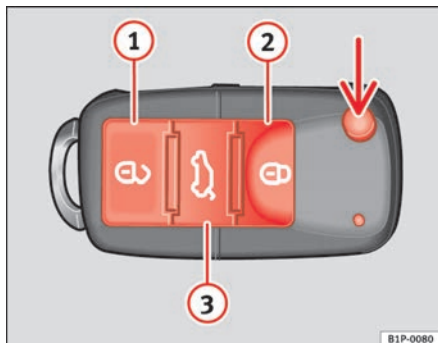
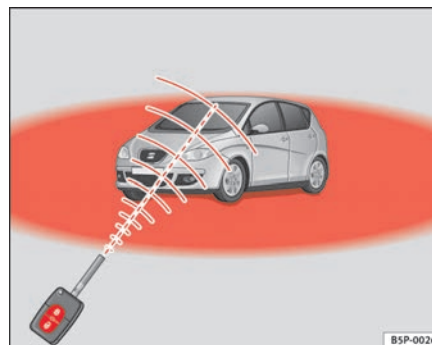

Abb. 64 Tastenbelegung
Abb. 65 Wirkungs-
Mit der Taste $\Rightarrow$ Abb. 64 (Pfeil) der Fernbedienung wird der Schlüsselbart ausgeklappt.
Fahrzeug entriegeln $\Rightarrow$ Abb. 64 ①.
Fahrzeug verriegeln $\Rightarrow$ Abb. 64 ②.
Heckklappe entriegeln. Drücken Sie die Taste $\Rightarrow$ Abb. 64 ③, bis alle Blinkleuchten am Fahrzeug kurz aufleuchten. Nach Drücken der Entriegelungstaste $\Rightarrow$ ③ können Sie die Heckklappe innerhalb von 2 Minuten öffnen. Nach Ablauf dieser Zeit wird die Heckklappe wieder verriegelt.
Zudem blinkt die Batterie-Kontrollleuchte des Schlüssels $\Rightarrow$ Abb. 64 auf.
Bei einmaligem Drücken der Taste $\Rightarrow$ Abb. 64 ①, wird nur die Fahrertür geöffnet. Alle anderen Türen bleiben verriegelt.
Bei zweimaligem Drücken der Taste  ⇒ Seite 101, Abb. 64  werden alle Türen entriegelt.
- Die Funkfernbedienung funktioniert nur, wenn Sie sich im Wirkungsbereich befinden ⇒ Seite 101, Abb. 65 (rote Fläche).
- Verwenden Sie die beiden Schlüssel, die mit dem Fahrzeug ausgehändigt werden, den Funkschlüssel und den normalen Schlüssel ⇒ Seite 101, Abb. 64 ⇒ Seite 101, Abb. 65.
- Verriegeln Sie das Fahrzeug mit dem Schlüssel mit Funk-Fernbedienung ⇒ Seite 101, Abb. 64 ⇒ Seite 101, Abb. 65 über das Schloss in der Fahrertür.